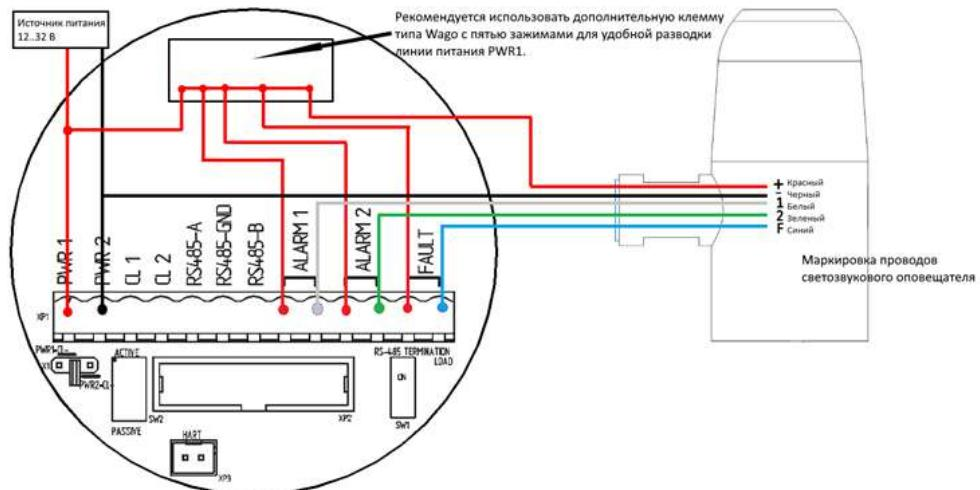
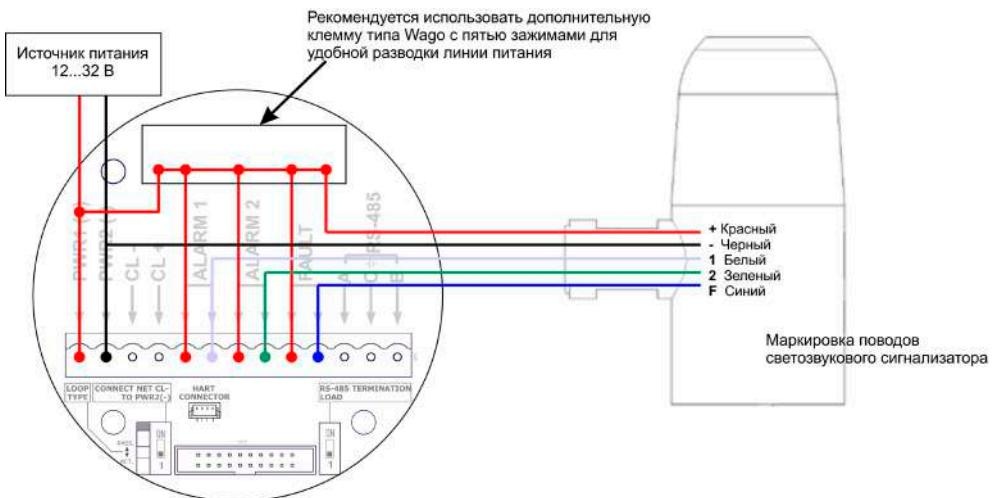

Рисунок 22 – Схема подключения светозвукового сигнализатора ЭМИ-С3 к ИГМ-11, изготовленным до апреля 2023г.
Рисунок 23 – Схема подключения светозвукового сигнализатора ЭМИ-С3 к ИГМ-11, изготовленным с апреля 2023г.
- провести монтаж согласно схеме подключения (рисунок 22 – для ИГМ-11, изготовленных до апреля 2023г., рисунок 23 – для ИГМ-11, изготовленных с апреля 2023г.). При разведении линии питания PWR1 к клеммам трех реле и к «плюсу» светозвукового сигнализатора рекомендуется использовать клемму типа Wago.